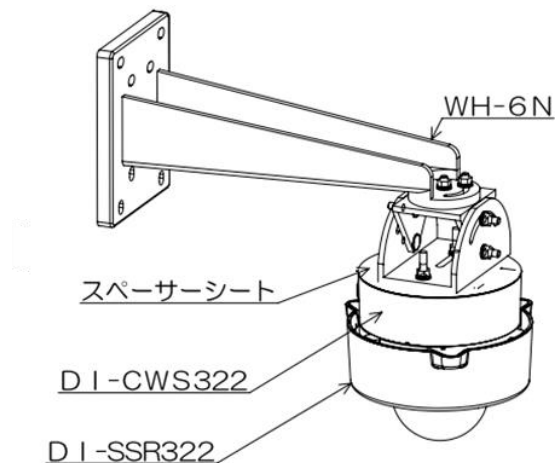

図4-1 壁面設置(WH-6N使用)
- ・図4-1のように、DI-CWS322、DI-SSR322と組合せて、垂直な壁面に設置してください。